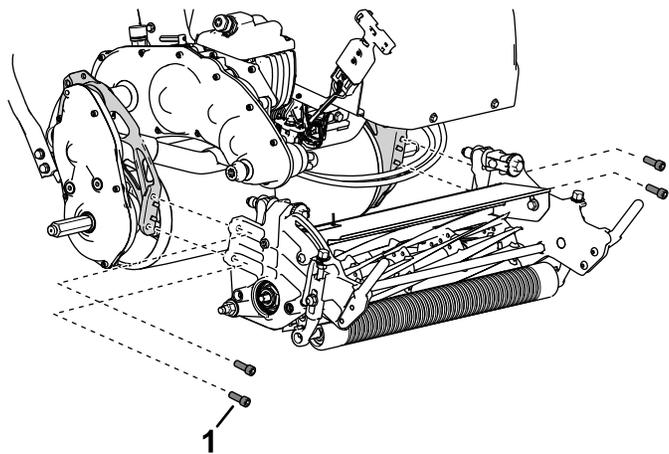

Figura 32
5. Utilice 4 tornillos allen para sujetar la unidad de corte al bastidor (Figura 32).